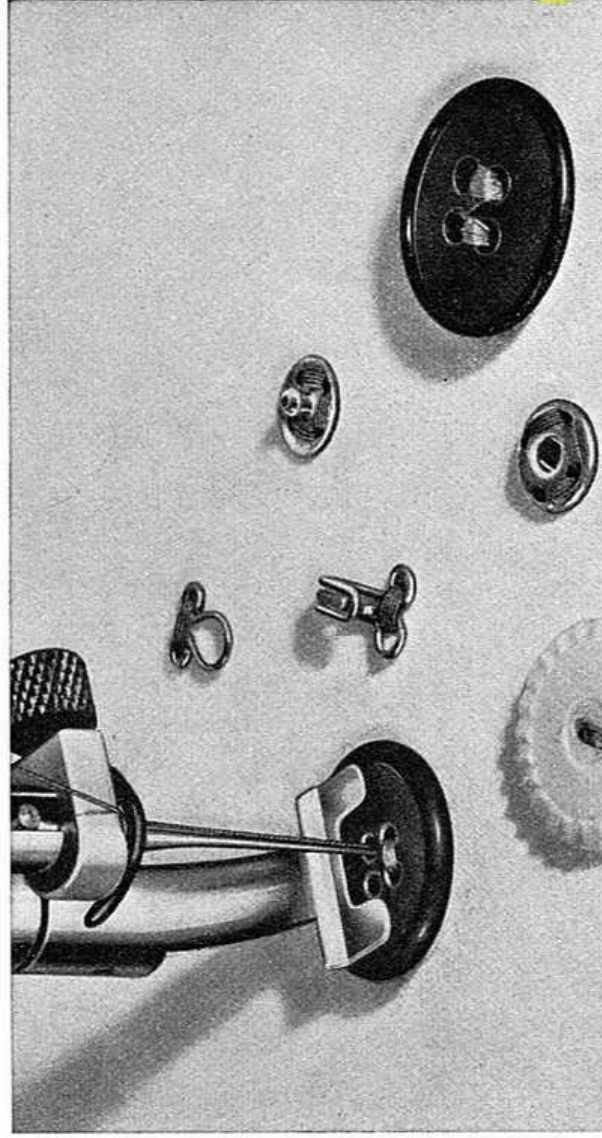

Abb. 47
3. Knopfannähfuß, gekennzeichnet durch 2 schwarze Striche am Schaft, einsetzen und den Knopf unter das Füßchen legen, laut Abb. 47.